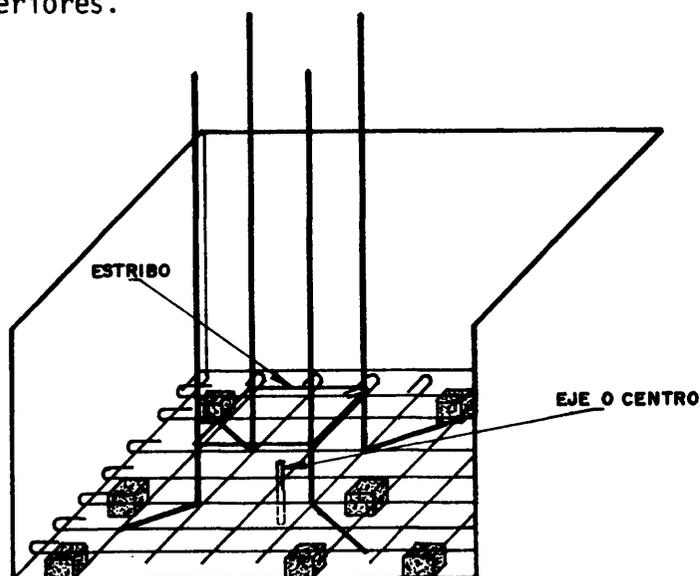

Fig. 10
9. Se introducen las cuatro cabillas en un estribo y se dejan correr hasta la pata, a una altura no mayor a 10 cm., de la parrilla (fig. 10).